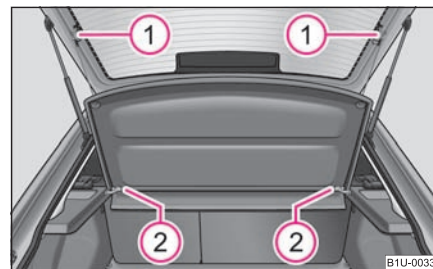

Fig. 71 Demontarea raftului din
- Demontați benzile de susținere ❶ ⇒ pagina 65, fig. 71.
- Scoateți raftul din suportul ❷ orizontal în spate.
- La montare împingeți mai întâi raftul în suportul ❷ și apoi prindeți benzile de susținere ❶ de capacul portbagajului.